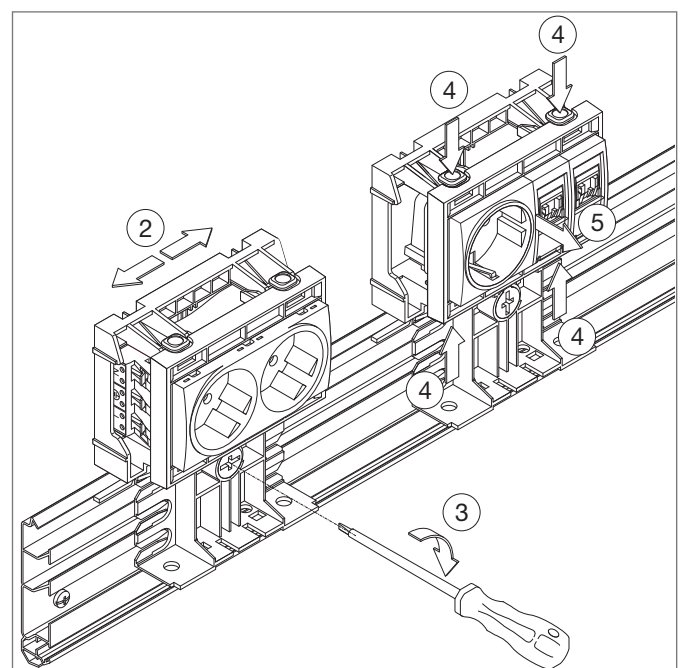

Abbildung 2
2. Geräteträger fixieren (Abb. 2)
3. Geräteträger entnehmen (Abb. 2)